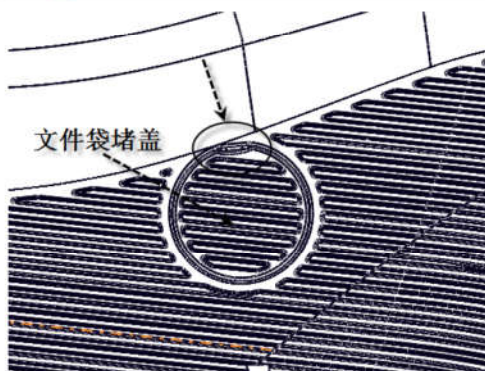

图9-1-3 左后门文件袋堵盖拆卸示意图
- (3) 图9-1-3，用缠有保护胶带的小号一字螺丝刀从箭头所指凹槽处将车门内扣手盖板撬出；。